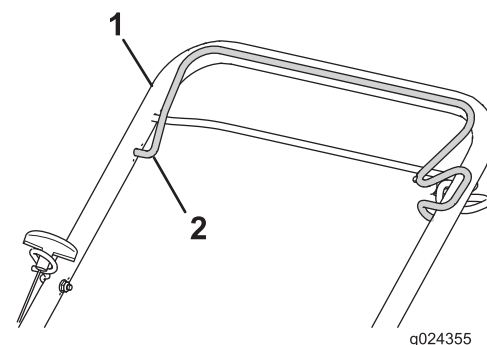

Figure 16
3. Serrez la barre de commande de la lame contre la partie supérieure du guidon (Figure 16).